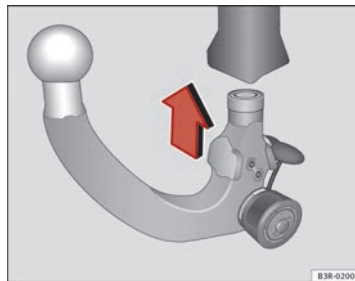

Fig. 171 Dispositivo desmontable para remolque: Colocar la rótula
- Coloque la rótula pretensada en el tubo de enclavamiento y haga presión hacia arriba en la dirección que indica la flecha ⇒ fig. 171 ⇒ **(A)**. El proceso de bloqueo se realiza de un modo automático. En ese momento debe poder oírse claramente un chasquido de encastre.